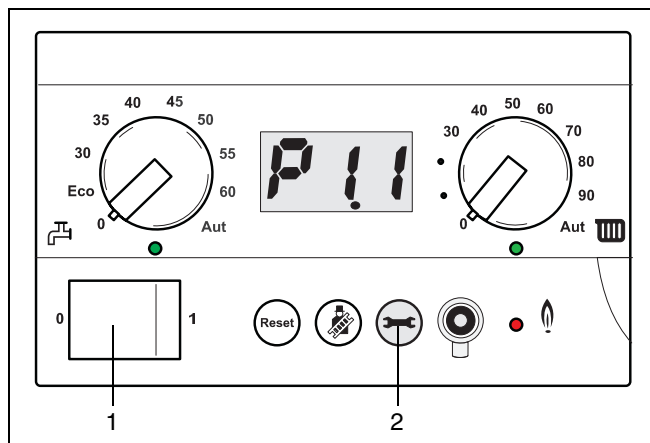

fig. 16 Trykvisning [bar]
- Taster til indstilling af varmtvand og brugsvand indstilles på "0" (fig. 16).
- Netafbryderen på BC10 indstilles på "1" (fig. 16, pos. 1).
- Der trykkes flere gange på servicetasten (fig. 16, pos. 2), indtil trykket (f.eks.: P1.1, se fig. 16) vises på displayet.